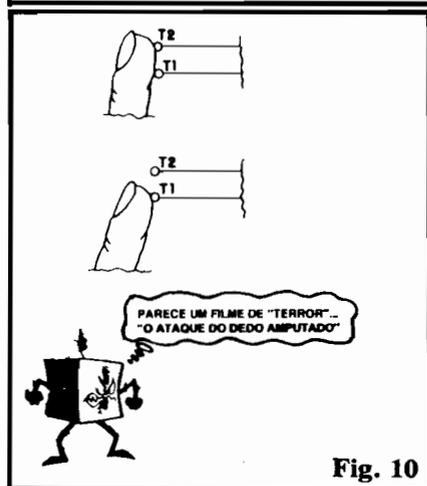

Fig. 10
- **FIG. 10** - Sequência da EXPERIÊNCIA - Conforme já foi dito, os pontos T1 e T2 correspondem simplesmente às extremidades, livres do isolamento, dos dois fios
- **CONCLUSÕES DA EXPERIÊNCIA** - Deu pra "sentir"...? "Colocamos" 3 microampéres na Entrada do bloco e, com isso, pudemos "puxar" cerca de 36 miliampéres na sua Saída! É uma "baita" amplificação, não é...? E a "coisa" não fica por aí! Na fig. 10, em primeiro plano, temos a realização básica da EXPERIÊNCIA (dedo tocando simultaneamente **os dois** pontos, T1 e T2, para que a resistência da pele seja imposta ao circuito...), entretanto, se tocarmos com o dedo **apenas** o